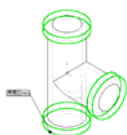

图 4-63 选择圆角边线
③单击图标右侧的显示框，然后在右面的图形区域中选择拉伸薄壁特征的 6 条边线，如图 4-63 所示。